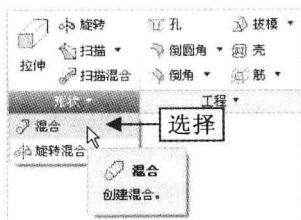

图 5-43 选择“混合”选项
Step 02 在“功能区”选项板的“模型”选项卡中，单击“形状”面板中“形状”右侧的下拉按钮，在弹出的下拉列表中选择“混合”选项，如图 5-43 所示。